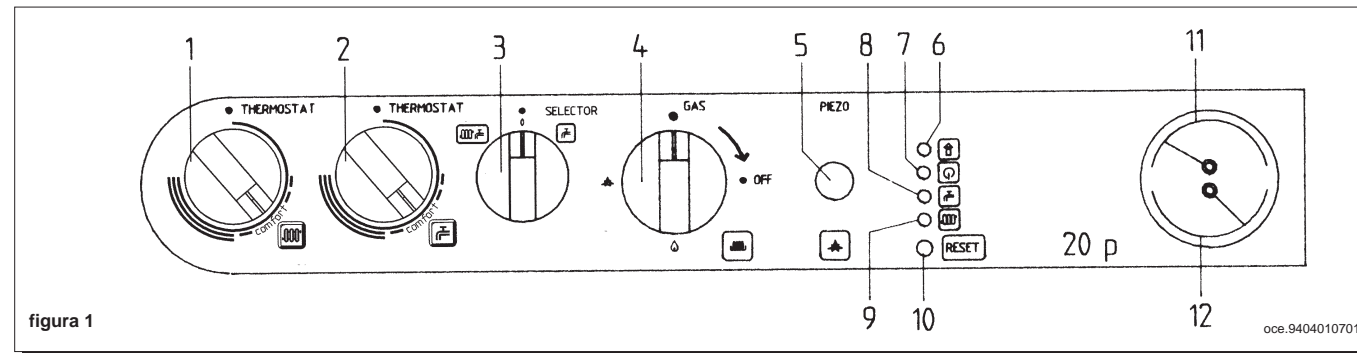

figura 1
- hacer girar el botón (3) del selector predisponiendo la caldera en posición Verano o Invierno ;*
- para la figura 1:** *presionar completamente el pulsador de la válvula del gas (4) y, al mismo tiempo, el del encendedor piezoelectrico (5). Con piloto encendido esperar por lo menos 15-20 segundos de modo que la llama caliente regularmente el termpar, luego dejar el botón (4) (repetir la operación en el caso de apagamiento de la llama piloto);*